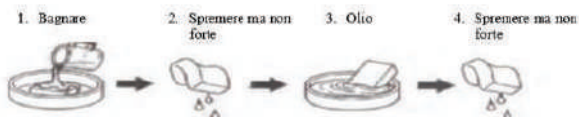

Figura 4
2. Quindi rimuovere il coperchio del filtro d'aria (3).
3. Rimuovere l'elemento di materiale espanso (4).
4. Lavare l'elemento di materiale espanso con acqua e sapone, spremere il filtro con un panno pulito fino all'asciugamento completo (NOTA: SENZA TORSIONE) Figura 4.